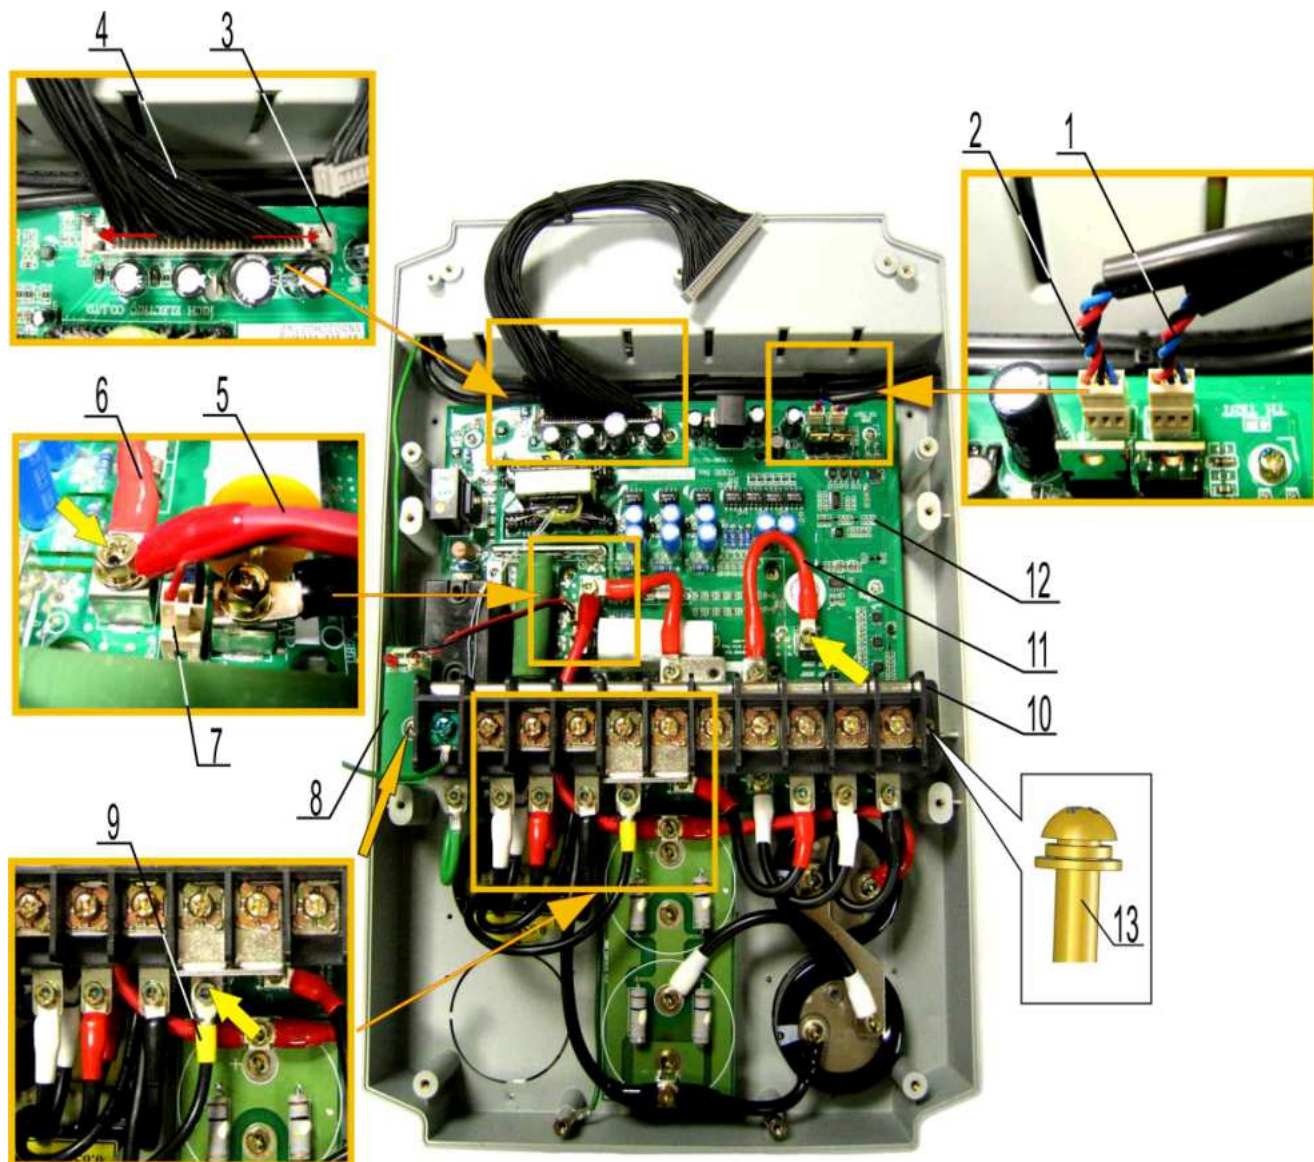

Рис. 7.14
7.5.16. Взять плату светодиода. Установить плату 8 на клеммник 10, совместив отверстие в плате с отверстием клеммника. Закрепить клеммник и плату светодиода двумя винтами 13 (рис. 7.14).
7.5.17. Соединить кольцевой наконечник провода 9 со свободной монтажной клеммой на клеммнике 10 (рис. 7.14). Закрепить наконечник винтом с невыпадающей шайбой.
7.5.18. Соединить кольцевые наконечники проводов 5 и 6 с клеммой на плате 12 (рис. 7.14). Закрепить наконечники винтом с невыпадающей шайбой.
7.5.19. Вставить трёхконтактную розетку 7 кабеля платы светодиода в разъём на плате 12 (рис. 7.14).
7.5.20. Соединить кольцевой наконечник провода 11 с клеммой на плате (рис. 7.14). Закрепить наконечник винтом с невыпадающей шайбой.
7.5.21. Вставить поочередно трёхконтактные розетки 1 и 2 кабелей вентиляторов в разъемы на плате (рис. 7.14).
7.5.22. Отжать в стороны боковые фиксаторы 3 разъема на плате 12 (рис. 7.14).
7.5.23. Вставить розетку жгута 4 в разъем на плате (рис. 7.14).